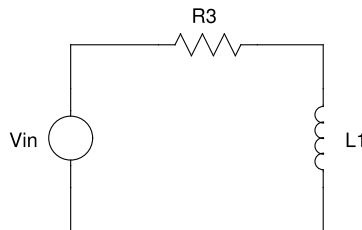

Figura 7.2
- Monte o circuito da figura 7.2 para $100\Omega < R_3 < 1k\Omega$ e $1mH < L_1 < 10H$;
1. Monte o circuito da figura 7.2 para $100\Omega < R_3 < 1\text{k}\Omega$ e $1\text{mH} < L_1 < 10\text{H}$;